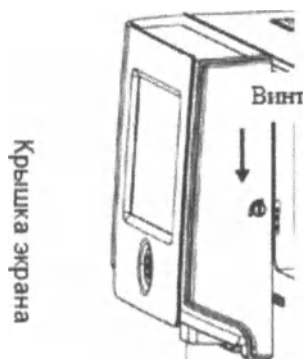

Рис. 2-1
2. Откройте правую переднюю панель прибора, поверните ручку на левой стороне крышки экрана против часовой стрелки (см. рис. 2-1), откройте крышку экрана и снимите фиксирующие элементы на стойке пробоотборной иглы. После снятия закройте и закрепите крышку экрана, поверните левую ручку крышки экрана по часовой стрелке и заблокируйте крышку экрана.